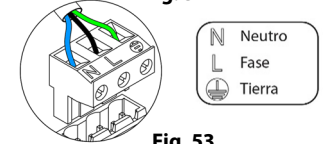

Fig. 53
La conexión de alimentación eléctrica al módulo se realiza mediante una borna de 3 pines ^①. Fije los cables con los tornillos de la borna respetando la polaridad de la misma (Fig. 53).